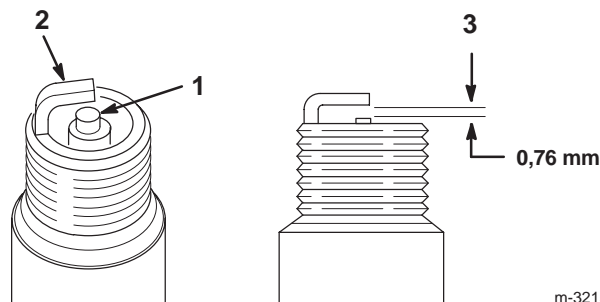

Figure 29
1. Inspectez le centre des bougies (Fig. 29). Si le bec de l'isolateur est recouvert d'un léger dépôt gris ou brun, le moteur fonctionne correctement. S'il est couvert d'un dépôt noir, c'est généralement signe que le filtre à air est encrassé.
2. Contrôlez l'écartement entre l'électrode centrale et l'électrode latérale (Fig. 29).
3. Courbez l'électrode latérale (Fig. 29) si l'écartement est incorrect.